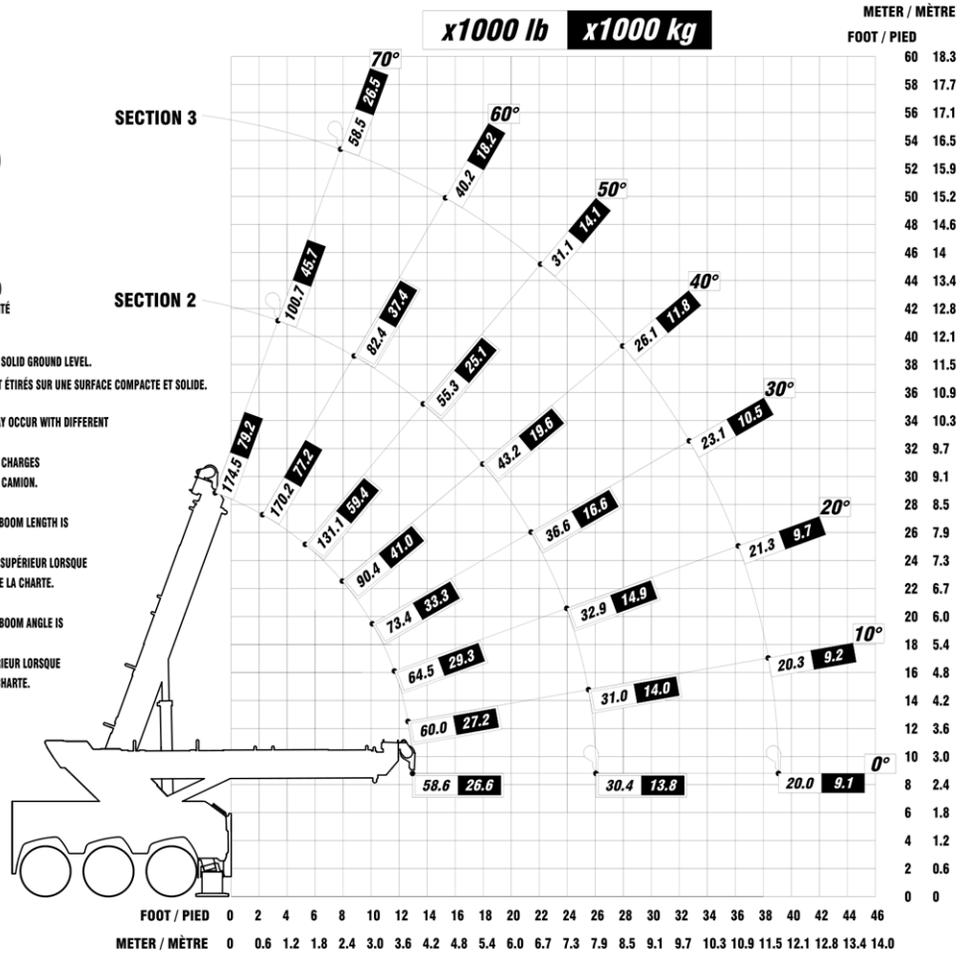

FIGURE 19 – CAPACITÉ DE LEVAGE DU MODÈLE CSR85 À PARTIR DE L'ARRIÈRE
- Figure 19 — Capacité de levage du modèle CSR85 à partir de l'arrière